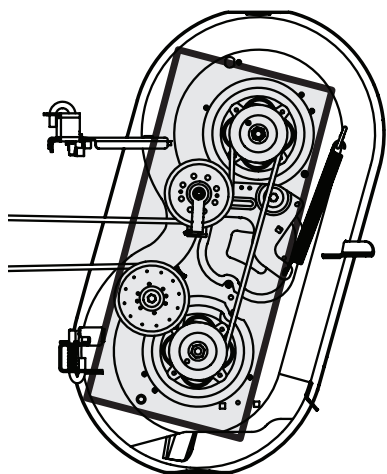

Figura 26
- Limpie la parte superior de la plataforma de corte, debajo de las plataformas de husillos y del área de correas (Figura 26).